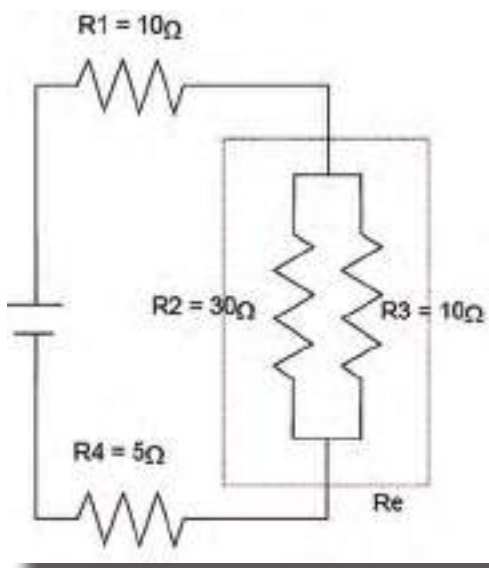

Figura 10 - Circuito misto série-paralelo.
**EXEMPLO.** A Figura 10 apresenta um circuito misto com um paralelo de duas resistências em série com outras duas.